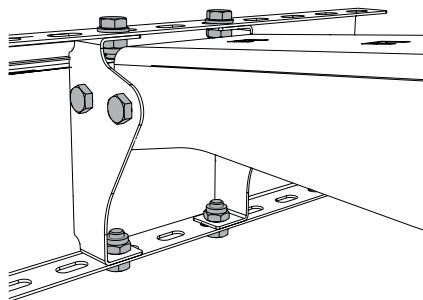

Bild 47. Montering med panelfäste på bakgavellyft
2. Montera manöverdonets fästplåt på armen, se Bild 47.